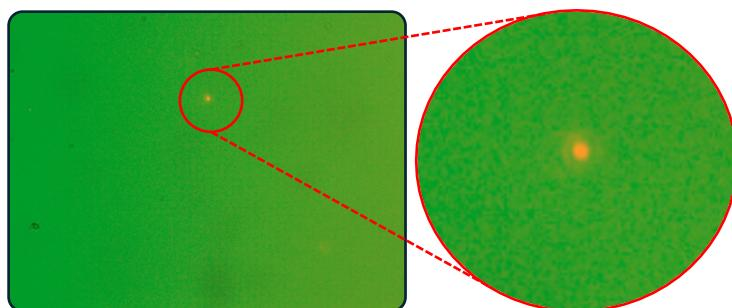

Figure 8 - Focus du laser dans l'échantillon
- Enfin, en montant encore un peu (**attention**, à la troisième mise au point, le réglage devient sensible), la tache rouge apparaîtra une troisième fois, parfois, de faible intensité (voir Figure 8). Cela indique que le laser est désormais focalisé à **l'intérieur** de l'échantillon. Des petites billes devraient apparaître à ce niveau.